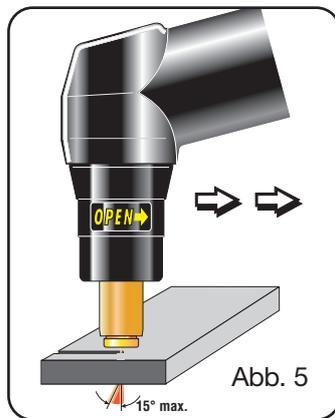

Abb. 5
Der Brenner sollte zum Schneiden möglichst gezogen werden: Ziehen erweist sich gewöhnlich als bequemer als schieben (siehe Abb. 5).
- zu hohe Geschwindigkeit. Sicherstellen, daß der Lichtbogen das Werkstück stets vollständig durchstößt und niemals um mehr als 10 -15° (Abb. 5) in Vorschubrichtung geneigt ist. Hierdurch wird ein zu großer Verschleiß der Düse und ein Verbrennen der Düsenstannhülse vermieden.